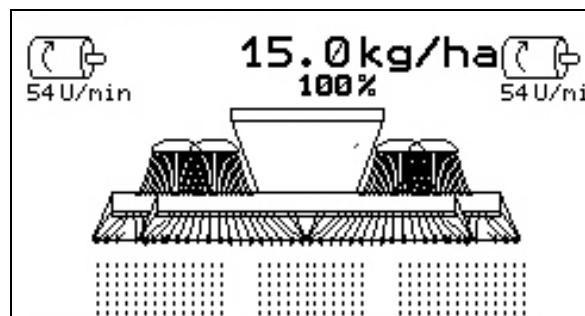

Fig. 61
- Fordoseringen forsyner labbene med såfrø i en angitt driftstid (Fig. 61).